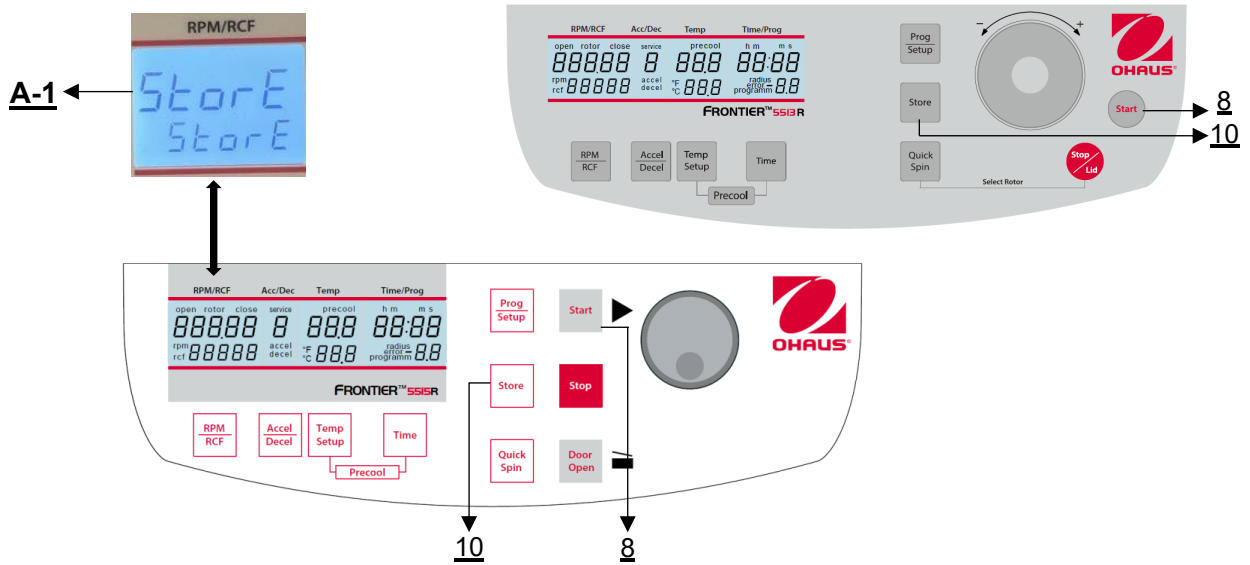

Figura 26
Todos los ajustes modificados deben confirmarse con la tecla **"Start"**(8) o **"Store"**(10). En la pantalla **"RPM | RCF"** (A-1) aparece la palabra **"Store"** - Sólo entonces son válidas las preselecciones (véase la figura 26). Una vez almacenados los ajustes, puede volver a cambiar al modo de programación normal desconectando la centrifuga durante unos instantes.